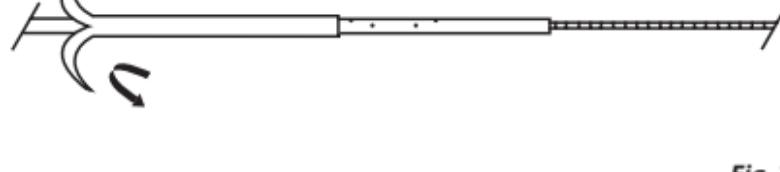

Fig. 3
- c) Depois do avanço inicial do cateter sobre o fio-guia, puxe o retificador para trás e remova-o para avançar o cateter. (Fig. 3)